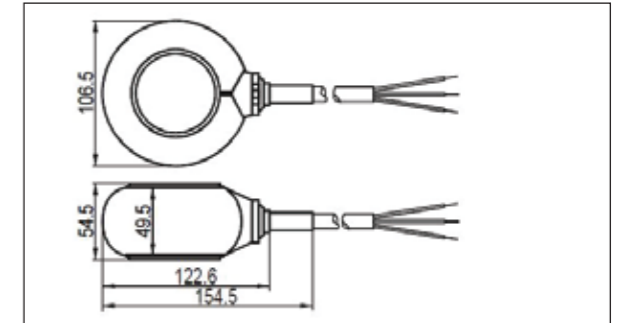

Abb. 1 / Fig. 1
- siehe Abb. 1
- see Fig. 1
- 参考图1